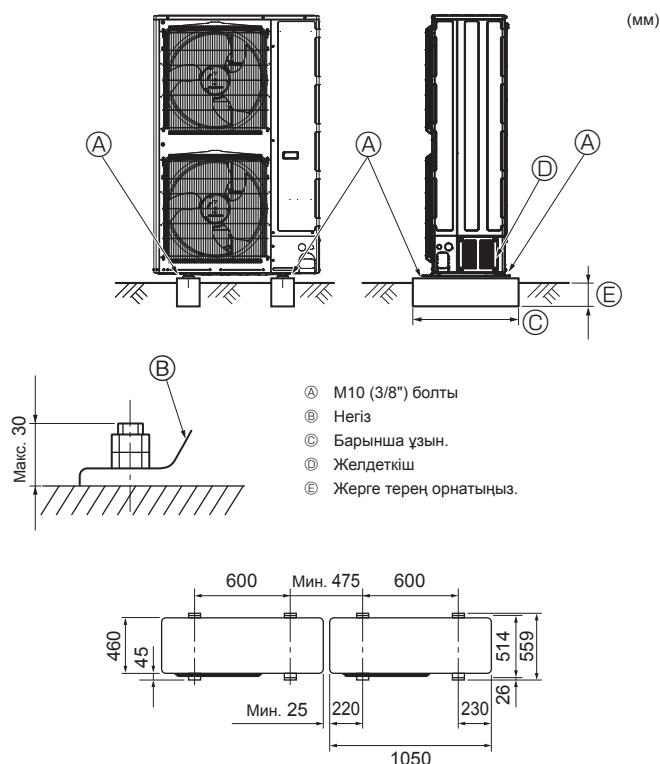

Fig. 3-1
- Құрылғыны жұмыс барысында қатты шуылдардың алдын алу үшін тұрақты, тегіс жерге орнатыңыз. (Fig. 3-1)